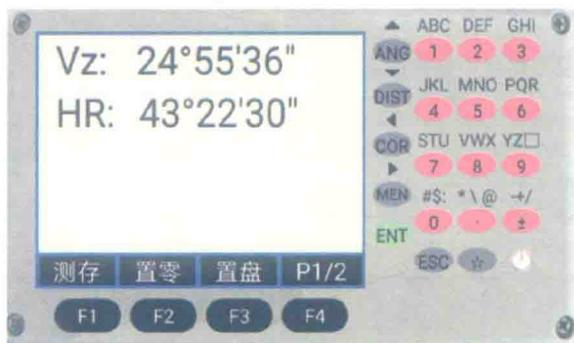

图 2-3 测角模式键盘功能与信息示意图
(1) 角度测量模式(共有两个菜单页面),如图 2-3 和图 2-4 所示。